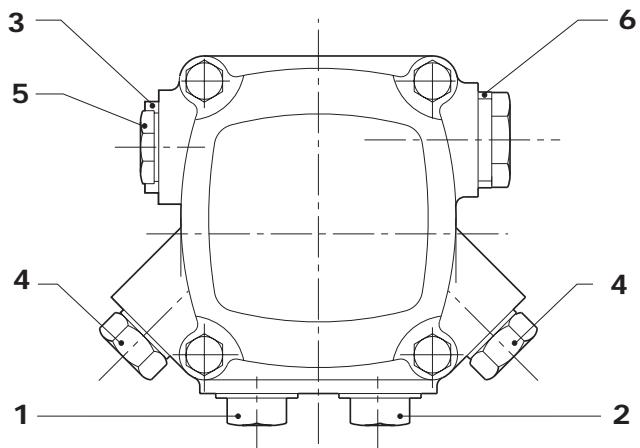

FIG. 11
- eliberati partea mobila a releului motor. Montati manometrul si vacuummetrul pe pompa (pentru prize vezi fig. 11);